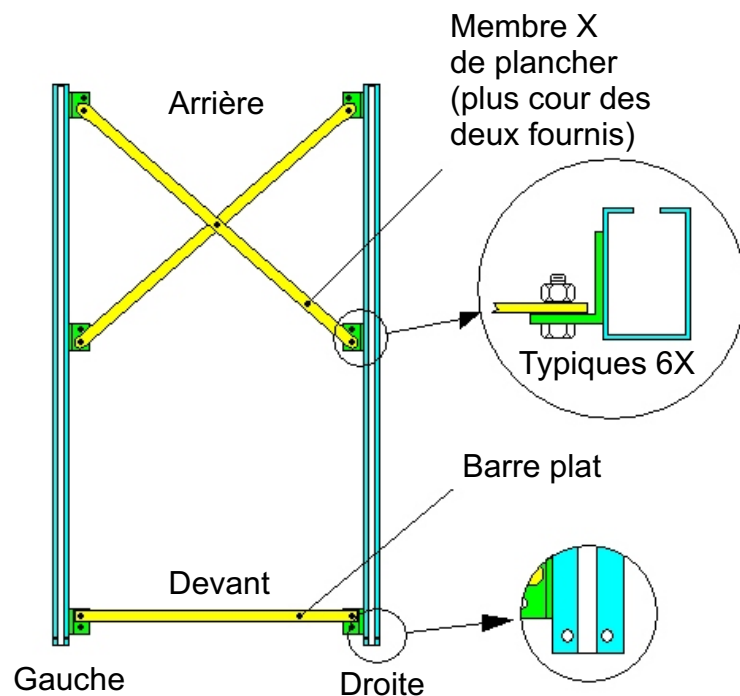

Figure 3
- (Étape 1) Identifiez les rails coté gauche et coté droit. Les attaches "L" sont à l'intérieur des rails et les trous pour l'insertion des languettes de blocage vers le devant. Posez les deux rails sur le planché comme illustré (fig.3).
- (Étape 2 & 3) Identifiez la barre plate de planché et le membre "X" de planché (le plus court des deux fournis). Boulonnée le tout comme illustré (fig.3) à six endroits.